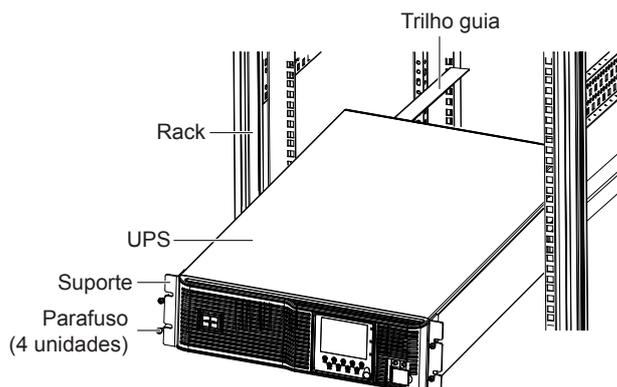

Figura 2-9 Instalação do UPS
3. Coloque o UPS sobre os trilhos guia no rack, e empurre para apoiar completamente. Utilize quatro parafusos M6*16 para fixar o UPS no rack com os suportes, como mostra a Figura 2-9.